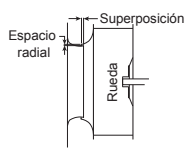

Figura 5
- Gire la rueda con la mano para asegurarse de que no haya fricción y que gire libremente. Consulte la Figura 5 y la tabla junto a ella para ver las dimensiones apropiadas de superposición o del espacio radial.